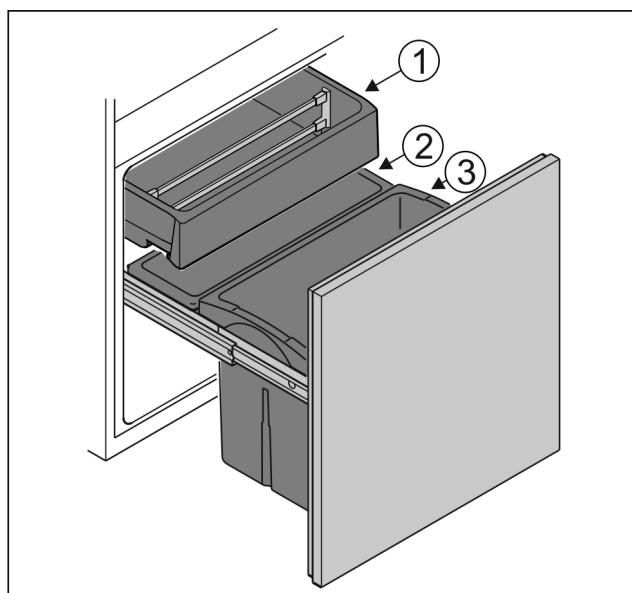

Fig. 6
- Posoda Fig. 6 (1): Shranjevanje nepakirane zelenjavve in tropskega sadja.
- Posoda Fig. 6 (2): Shranjevanje nepakirane majhnih vrst sadja in zelenjavve.
- Posoda Fig. 6 (3): Shranjevanje posameznih steklenic.